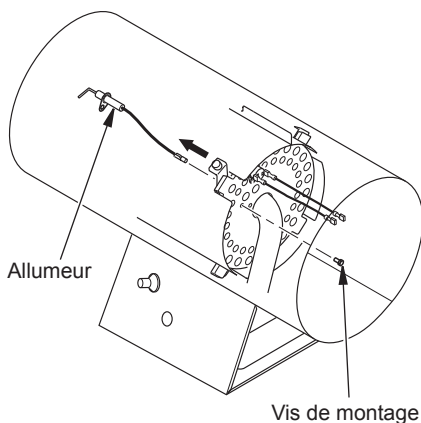

Figure 13 - Retrait de l'allumeur et de la vis de montage
3. Retirez la vis de fixation de l'allumeur de la borne arrière avec un tourne-écrou ou un tournevis standard (voir figure 13).